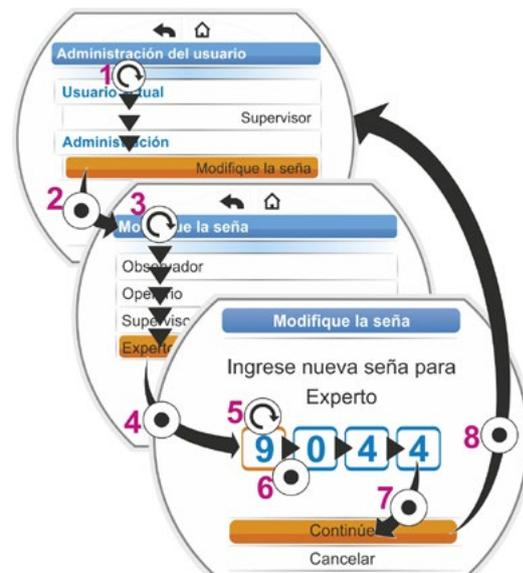

Fig. 2: Asignar autorización de acceso
2. Poner la marca de selección naranja sobre el punto de menú 'Modifique la seña' (fig. 2, pos. 1).
3. Confirmar selección (fig. 2, pos. 2). El display cambia al menú 'Modifique la seña'.
4. Seleccionar nivel de usuario; poner la marca de selección naranja sobre el nivel de usuario deseado (pos. 3).
5. Confirmar selección (4). El display cambia a la introducción de una nueva contraseña. Se visualiza la contraseña actualmente asignada y el marco de la primera cifra es naranja.
- Girar el controlador del dispositivo (5) hasta que se visualice la cifra deseada de la nueva contraseña.
- Confirmar selección (6). Se acepta la cifra modificada y la siguiente cifra parpadea.
7. Repetir el paso operativo 6 hasta que se hayan introducido las cuatro cifras. Tras confirmar la cuarta cifra (pos. 7), la marca de selección salta al punto del menú 'Continúe'.